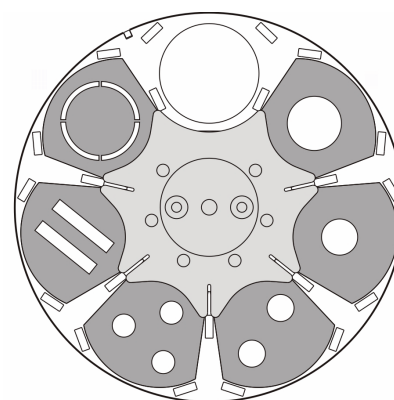

Figure 7
9. Insérez les gobos avec leurs coussins de silicone vers la roue (comme sur la Figure 7 sur l'illustration en dernière page). Conservez les filtres de couleur dans un endroit sûr pour un usage futur.
10. Nous vous recommandons de respecter l'ordre des gobos donné en Figure 7 sur toutes les machines que vous modifierez : ainsi tous les MAC 250 Beam auront un comportement identique. Une copie de ce schéma est reproduite en dernière page de ce guide à titre de référence pour les concepteurs et les pupitreurs.